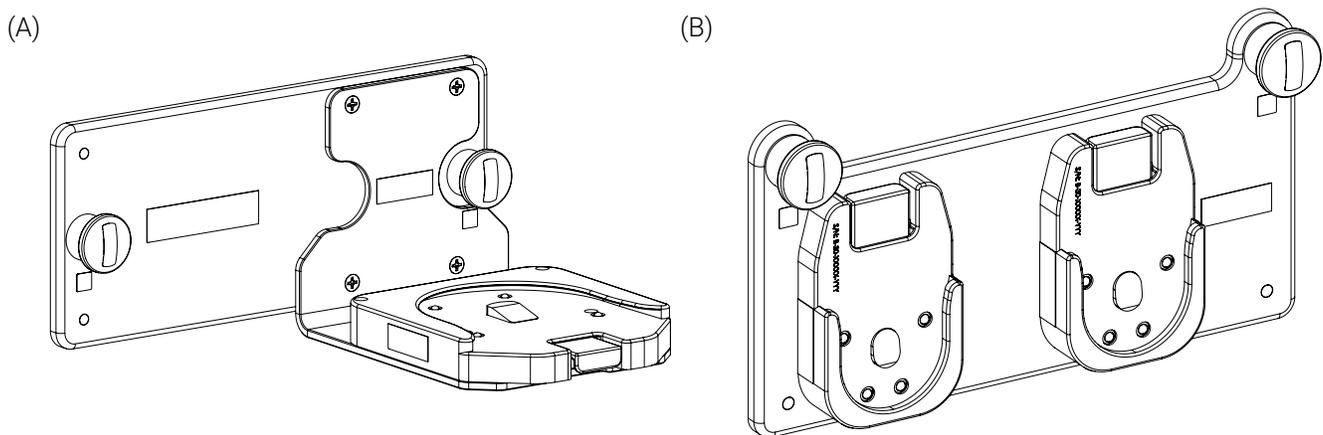

Figure 6: Plaques de fixation
1. Identifier et sélectionner un système de support, en fonction des besoins spécifiques de positionnement de l'équipement médical (Figure 6).